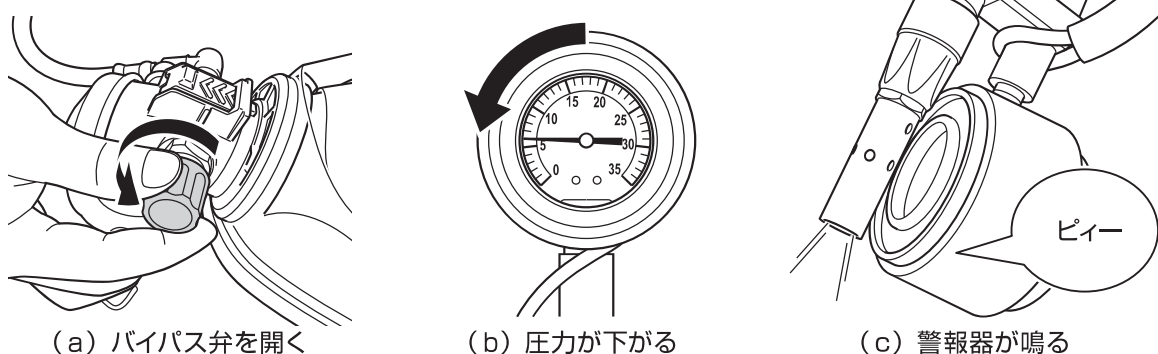

図27 警報器の作動点検
3. バイパス弁を少し開いて徐々に圧力を下げ、始動設定圧力付近(標準3MPaの場合、3~4MPa)で警報器が鳴ることを確認する。(図27参照)